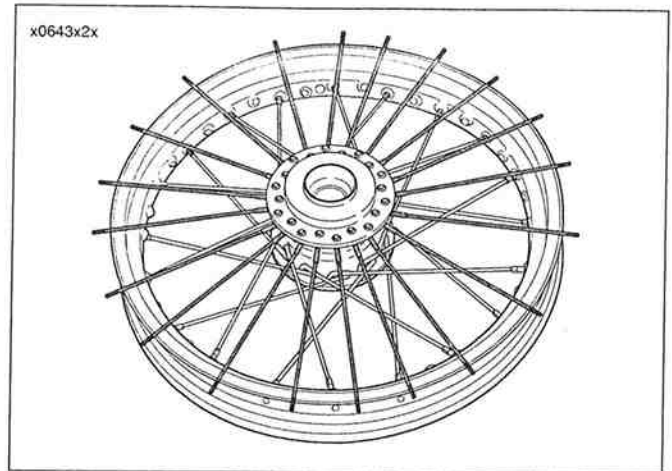

Figura 2-52. Extensión en abanico de los rayos del reborde superior
12. Vea la Figura 2-52. Deshaga cada manojo superior de rayos y extiéndalos (en una secuencia de estrella) alrededor del borde superior del aro.